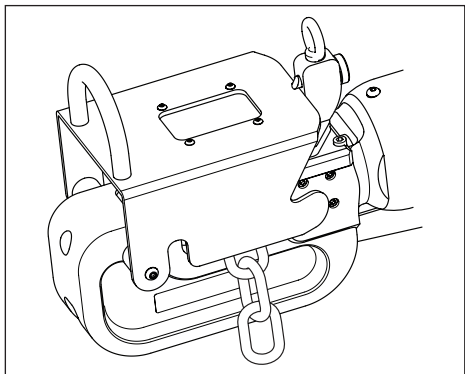

Figura 14, Cadena a cortar (estándar)
Cambie el aceite en el depósito hidráulico del cortacadenas tal y como se describe en los siguientes pasos: Consulte las Figuras 13A hasta 13E y la Figura 14:
10. Después de que se haya vaciado todo el aceite, retire los tres tornillos para el soporte separador y retire el soporte separador de la parte inferior del cortacadenas. Véase Figura 14.